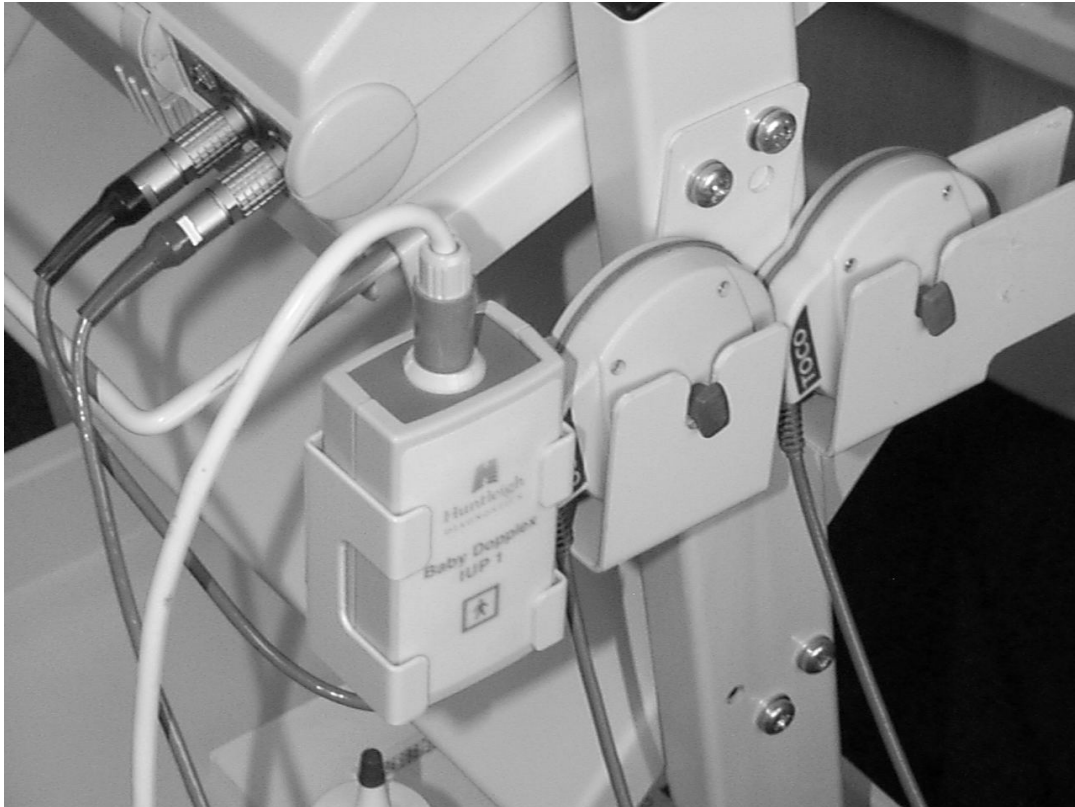

Abbildung 2 - Vergrößerung zeigt das IUP - Modul am Wagen installiert
**IUP- Modul Befestigungspaket zur Montage am Wagen** Es wird empfohlen, den **BD4000** auf seinem Wagen zu montieren. Das **IUP-** Paket beinhaltet ein Halterungspaket zur Montage des **IUP-** Moduls neben dem Monitor auf dem Wagen (siehe Abb. 2).